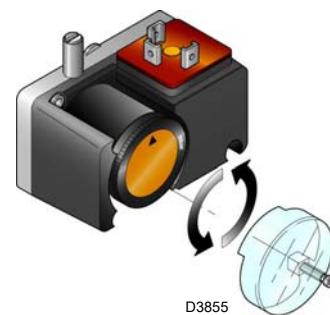

图 31
- ▶ 设定最小燃气压力开关（图 31）至量程的起始位置。
上述调整结束后，开始调节最小燃气压力开关，此时开关位置应置于量程开始位置（图31）。